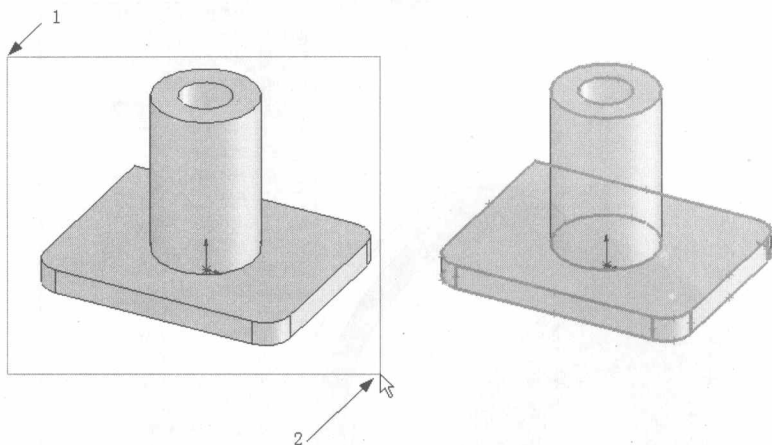

图 1-13 窗口选择和交叉选择
- 使用窗口选择和交叉选择。如图 1-13 所示, 所谓窗口选择是指在第 1 点按下鼠标左键不放, 拖动到第 2 点的位置后释放鼠标, 则可以选择完全包含在窗口中的某些项目(这里为边线); 而交叉选择是指在第 2 点按下鼠标左键不放, 拖动到第 1 点的位置后释放鼠标, 则不仅可以选择完全包含在窗口中的项目, 也可以同时选择与所“画”出的窗口交叉的项目。
(2) 取消选择。